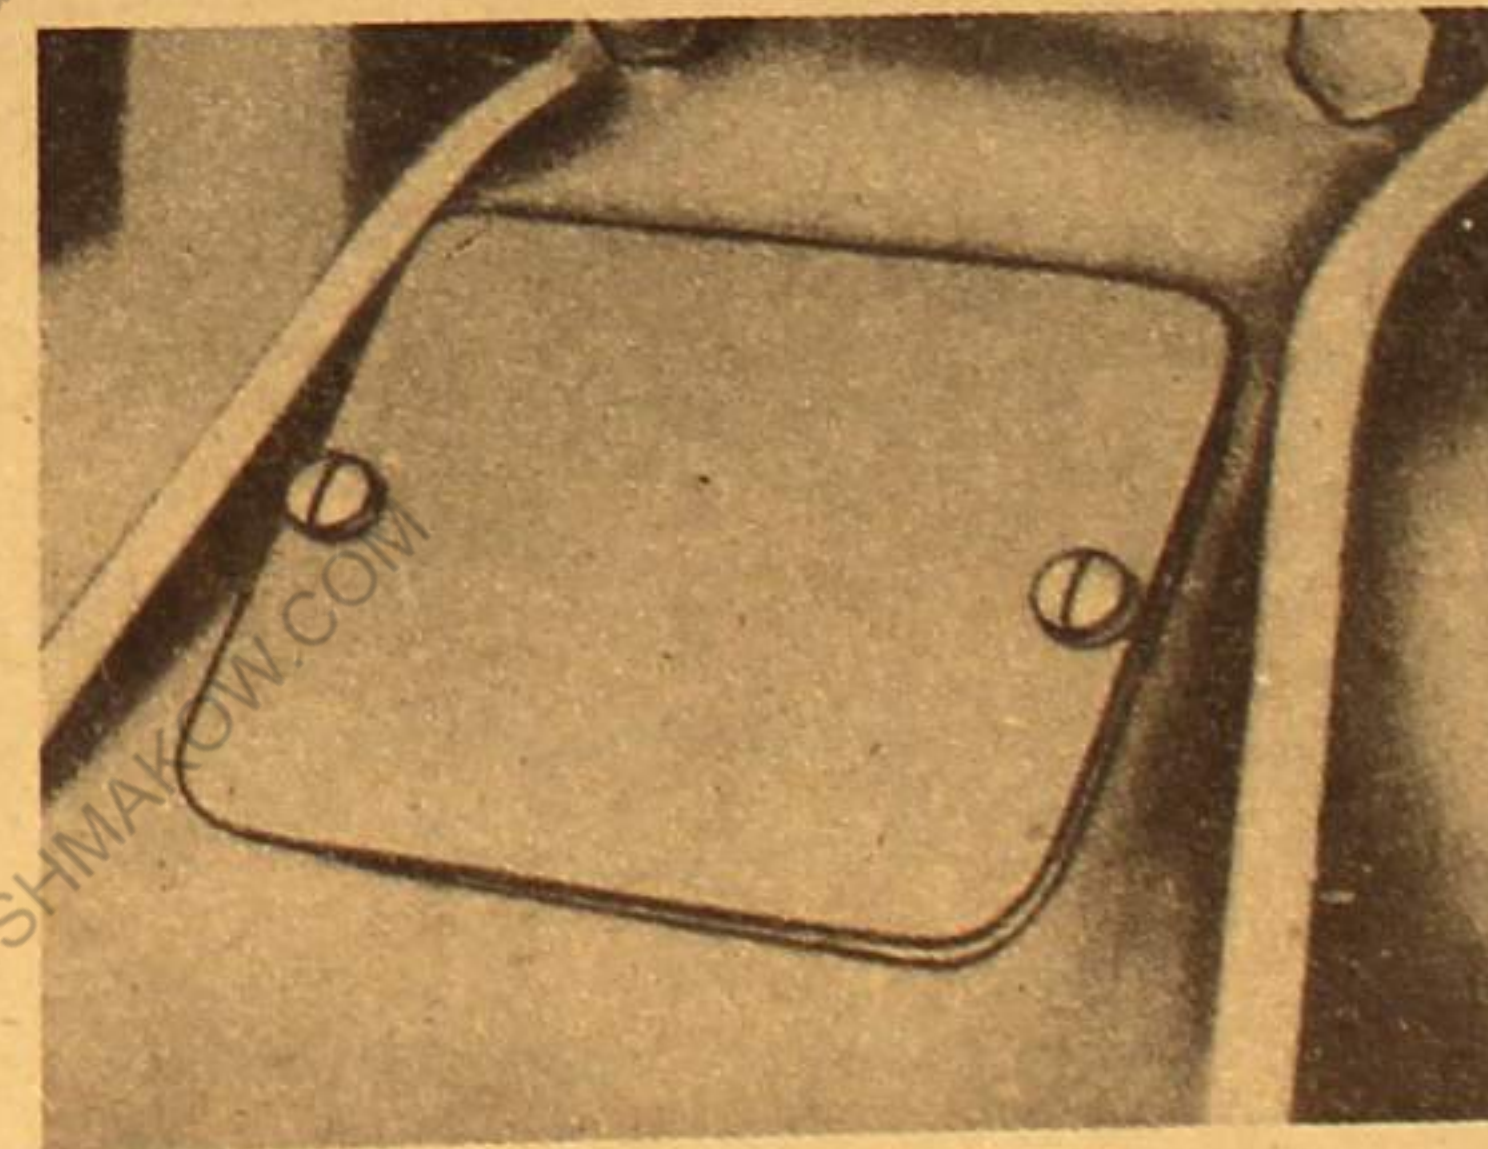

Bild 8. Kupplungsgehäusedeckel aus glattem Blech mit Filzdichtung.
- b) Entlüftungsschlitze im Gehäusedeckel mit eingepreßtem Filzstreifen schließen oder neuen Gehäusedeckel aus glattem Blech mit Filzdichtung anfertigen, Bild 8.